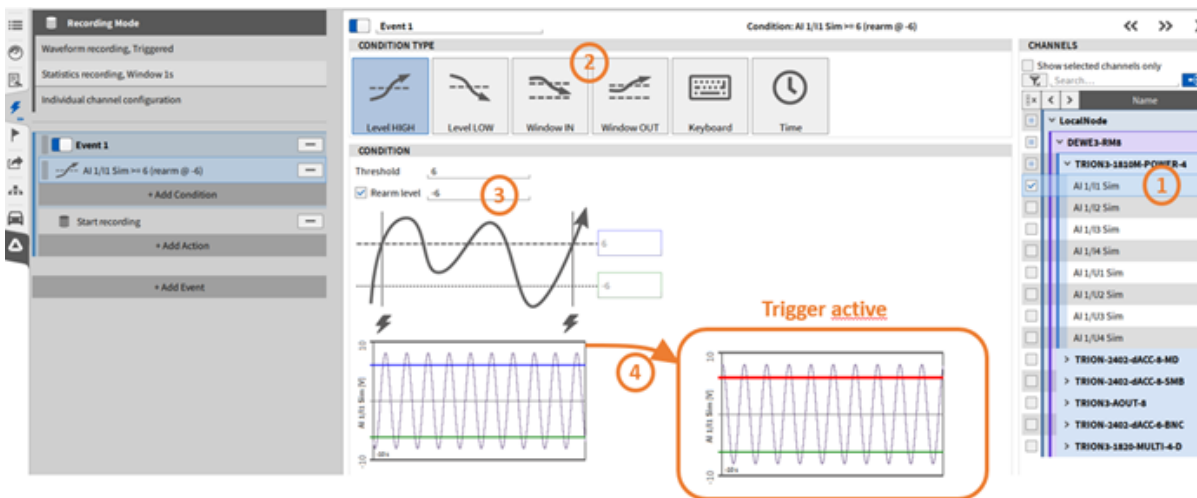
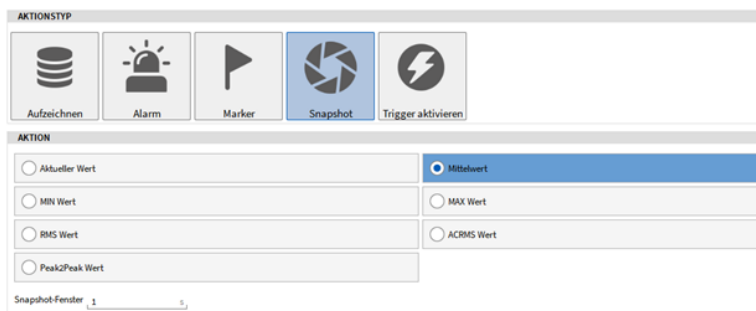
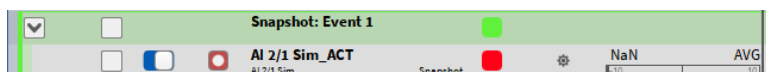

Abb. 9.6: Definieren einer Bedingung und eines Ereignisses bei *Level HIGH*
Abb. 9.20: Trigger – Aktion: Snapshot
Abb. 9.21: Snapshot-Kanal in der Kanalliste
Der Kanal auf welchen getriggert werden soll, kann rechts aus der Kanalliste ausgewählt werden (siehe ① in Abb. 9.6). Nach der Auswahl des Kanals wird ein Vorschaufenster dargestellt (siehe ④ in Abb.
Es kann zwischen sechs verschiedenen Ereignisbedingungen gewählt werden (siehe ② in Abb. 9.6):
- Level HIGH/Über: Ereignis aktivieren, wenn das gewählte Signal den definierten Schwellenwert überschreitet. Ein *Rearm Level*, welches erfüllt werden muss, bevor der Trigger erneut einsetzt, kann optional definiert werden (siehe ③ in Abb. 9.6).
Die Snapshot-Aktion kann benutzt werden, um den aktuellen Wert, Mittelwert, MIN, MAX, RMS, ACRMS oder Peak2Peak Wert eines oder mehrerer Kanäle, welche auf der rechten Menüseite ausgewählt werden können, abzufragen (siehe ① in Abb. 9.6) und einem neuen Kanal zuzuordnen. Dieser Kanal wird der Kanalliste unter dem *Snapshot: Ereignis x* Abschnitt (siehe Abb. 9.21). Wenn ein statistischer Wert ausgewählt wird, kann die Berechnungszeit im *Snapshot-Fenster* Feld definiert werden (siehe Abb. 9.20). Das Zeitintervall wird vor der Aktivierung des Ereignisses angewendet.